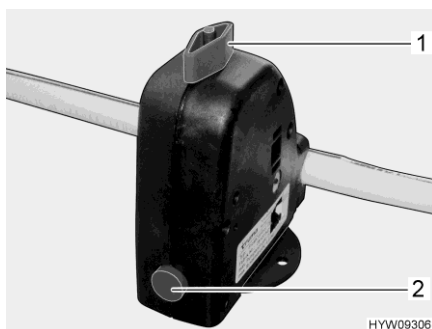

Fig. 58 Válvula de seguridad/purga (caldera)
La caldera está equipada con una válvula de seguridad/purga (Fig. 58). La válvula de seguridad/purga evita que el agua de la caldera se congele cuando no esté conectada la calefacción en caso de helada.
- Cerrar la válvula de seguridad/purga. Para ello, girar el botón giratorio (Fig. 58,1) a la posición transversal en referencia a la válvula de seguridad/purga y hundir el botón (Fig. 58,2).
- Abrir la válvula de seguridad/purga. Para ello, girar el botón giratorio (Fig. 58,1) a la posición longitudinal en referencia a la válvula de seguridad/purga. El botón (Fig. 58,2) salta hacia fuera. La caldera se vacía hacia fuera a través de la válvula de seguridad/purga.